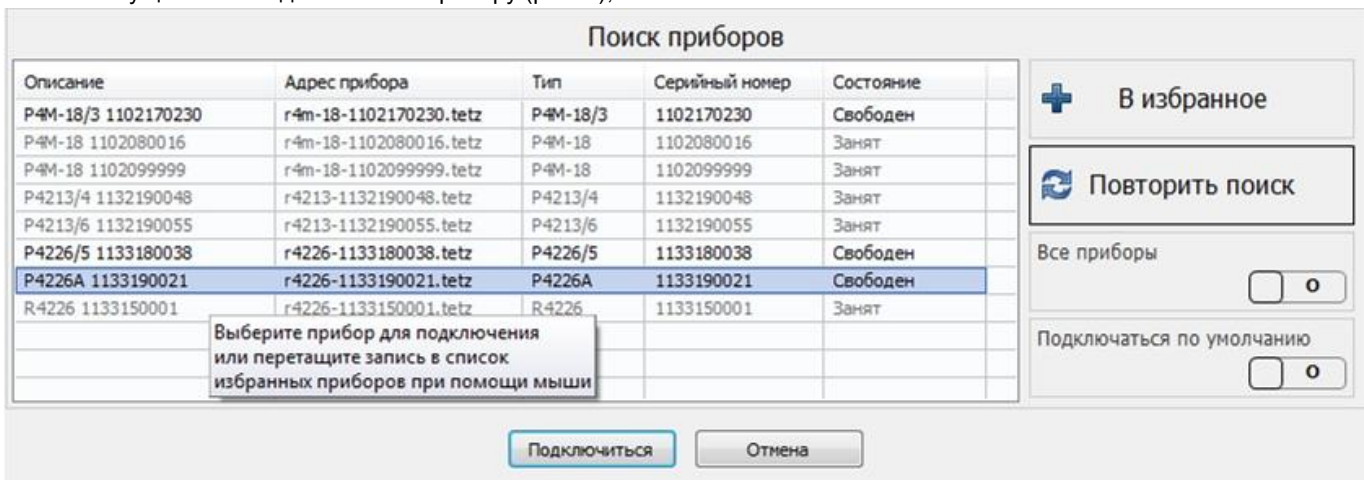

Рис. 2. Подключение к ВАЦ
3. Осуществить подключение к прибору (рис. 2);